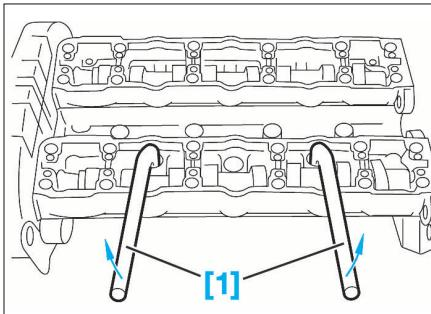

FIG. 48
- Outilage [1] de décollement de la culasse (Fig.48).
- Basculer et décoller la culasse à l'aide des leviers [1] (Fig.48).